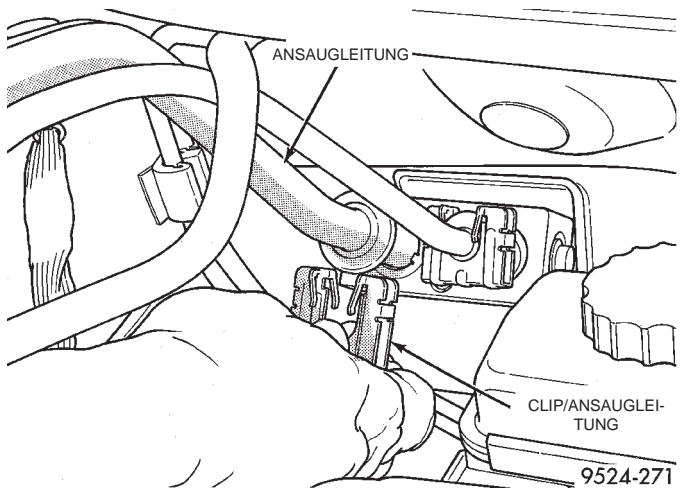

Abb. 71 Clip der Schnelltrennkupplung
- (3) Clip der Schnelltrennkupplung lösen (Abb. 71). Mit dem Spezialwerkzeugsatz 7193 die Schnelltrennkupplung am Expansionsventil abbauen.